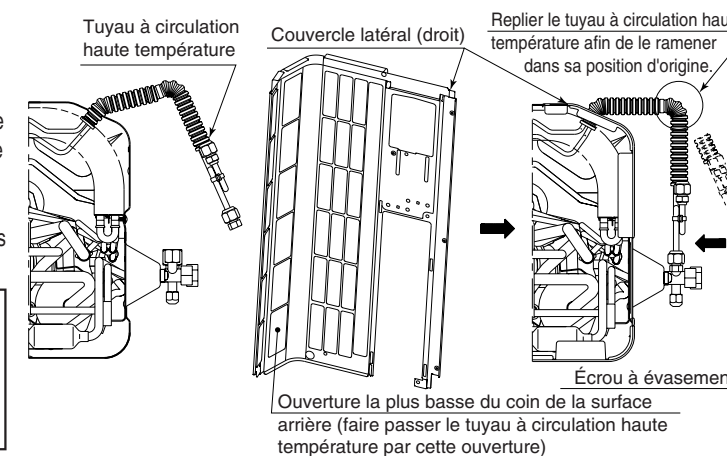

Figure 8
9. Faire passer le tuyau à circulation haute température par l'ouverture la plus basse percée dans le coin de la surface arrière du couvercle latéral (droit) et déplacer le couvercle latéral (droit) le long du tuyau à circulation haute température jusqu'à ce qu'il se trouve dans la position d'installation (figure 8). Ensuite, replier encore une fois le tuyau à circulation haute température de telle sorte que l'écrou à évasement et le tuyau à circulation haute température soient ramenés dans leur position d'origine (figure 8).